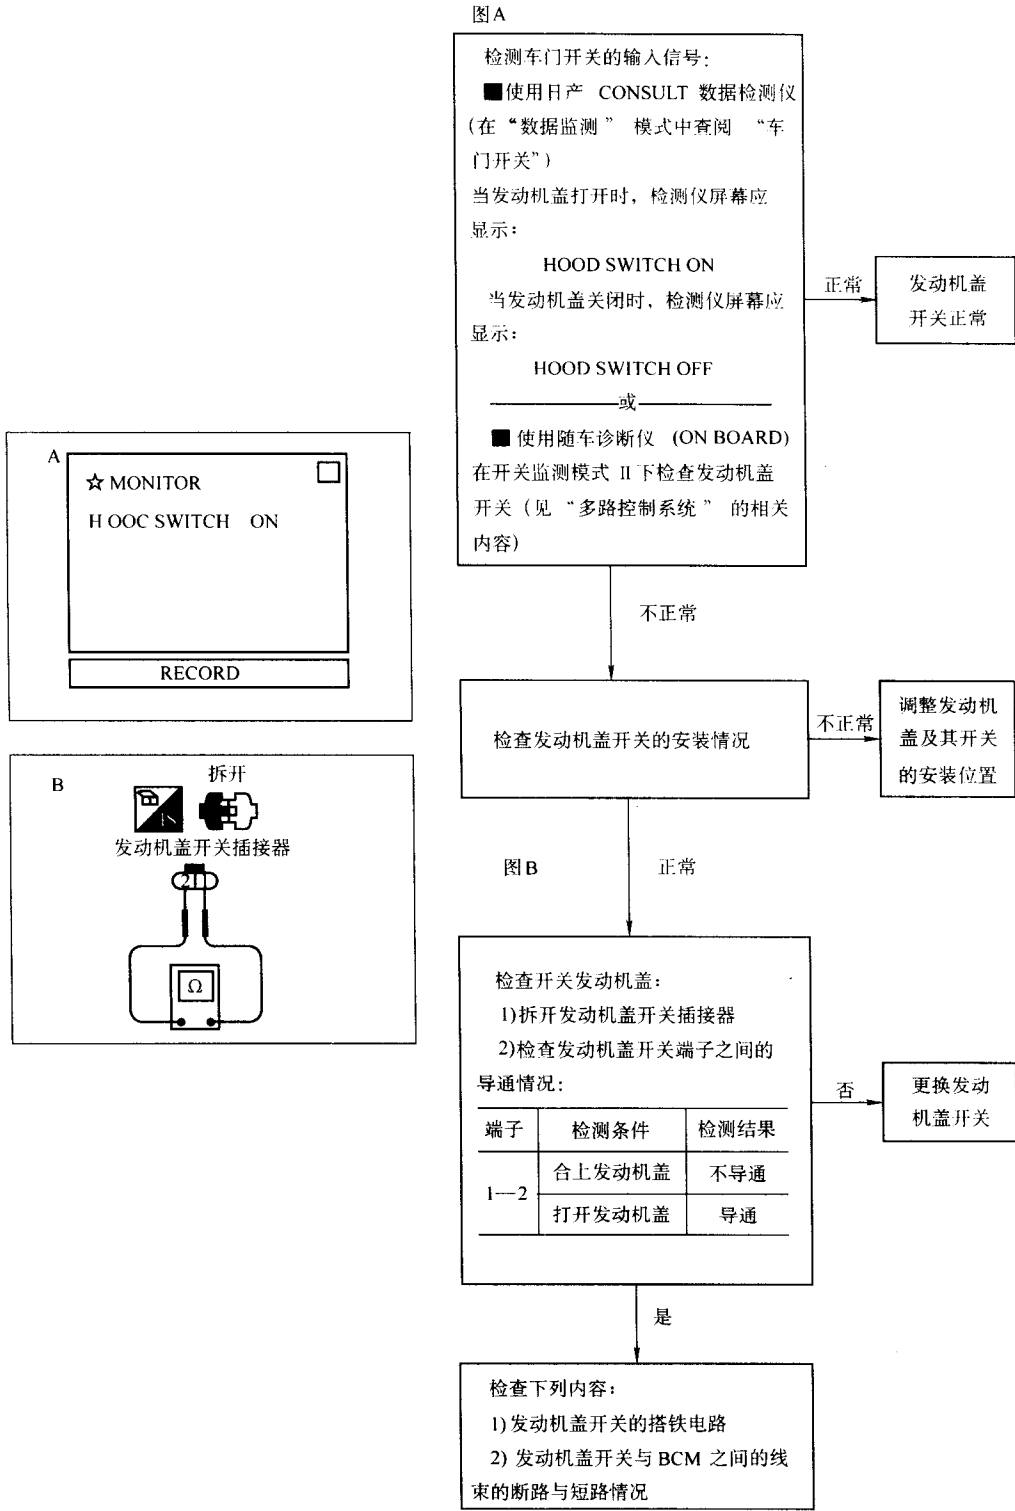

图 3-34 诊断步骤 1-2
- (3) 诊断步骤 1-2 (发动机罩盖开关的检测), 如图 3-34 所示。